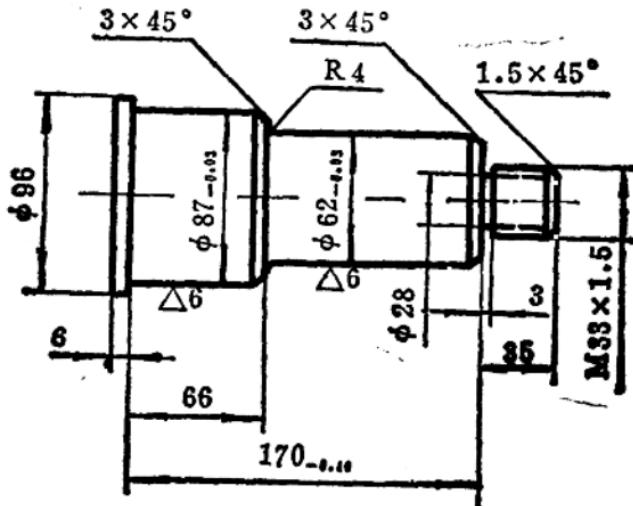
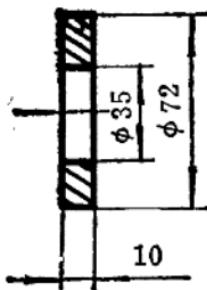

图4 定位芯棒
图5 定位芯棒垫圈
6. 将做好的内外两侧加固板，用定位芯棒（见图4）定好位。即将定位芯棒穿过导向轮轴套孔，然后装上垫圈（见图5），再用原导向轮轴头螺帽紧固。